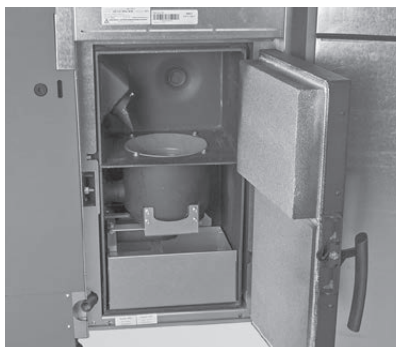

Fig. 39 Aprire la porta di contenimento e lo sportello della camera di combustione
- ▶ Aprire la porta di contenimento e lo sportello della camera di combustione – Fig. 39 – vedere anche punto 8.